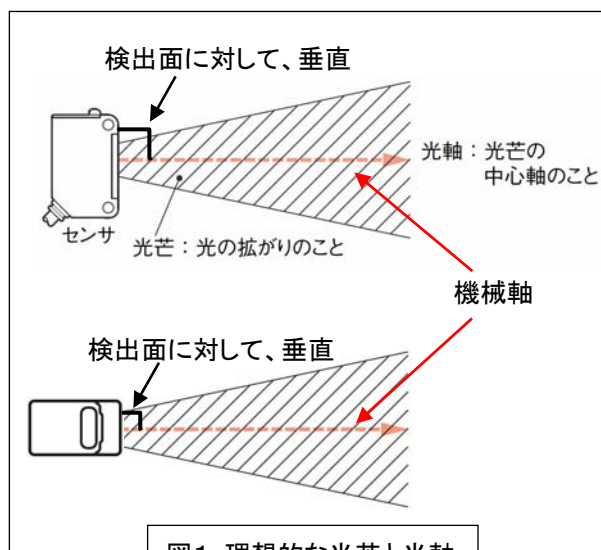

図1: 理想的な光芒と光軸
- ・理想的な光軸は、検出面に対して垂直になっています。(図1)